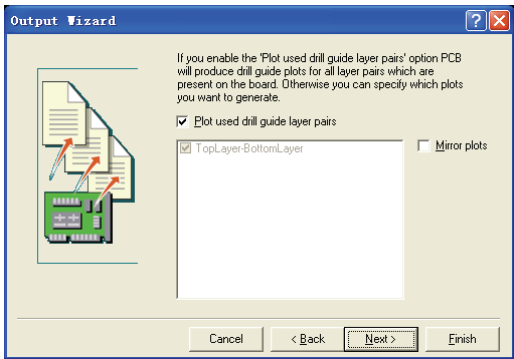

图 6-121 是否指定钻孔操作的层对
8) 单击“Next”按钮后，系统将弹出如图 6-121 所示的是否指定钻孔操作的层对话框，指定是否选择钻孔操作的层对。